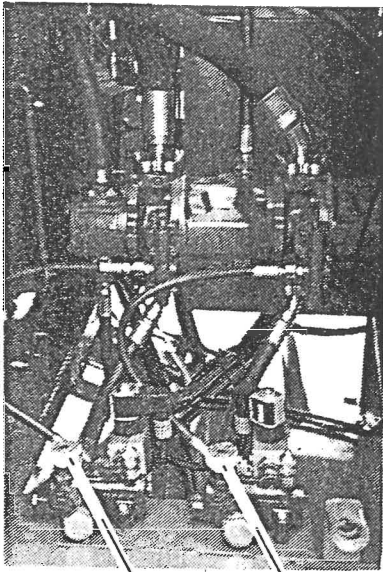
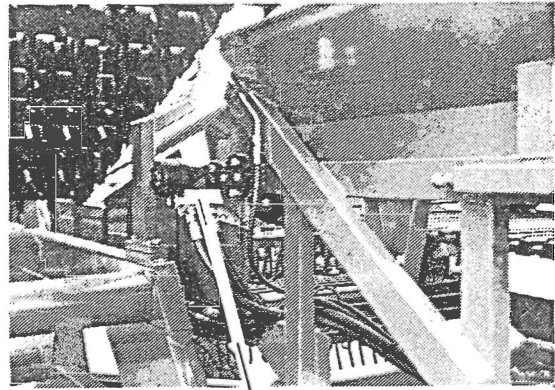
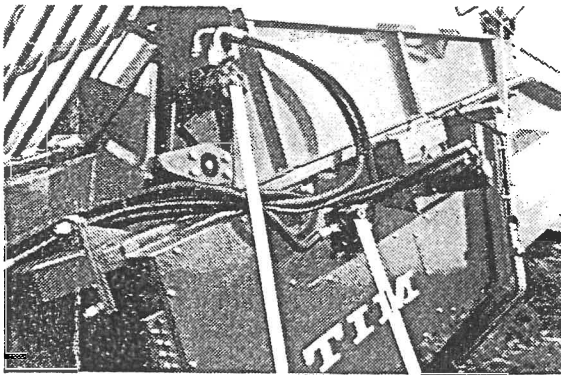

Fig. 4
Fig. 5
Fig. 6
Ved hjælp af reguleringsventil (fig. 4, pos. 2) kan omdrejningshastigheden på læseelevator og det lille transportbånd justeres, endvidere er der en finjusteringsmulighed (fig. 5) til det lille bånd.
Omdrejningstallet på rensevalser og bundkæde justeres fælles med reguleringsventil, fig. 4, pos. 1. Her er også en finjusteringsmulighed til hastigheden på bundkæden med ventil, fig. 6, pos. 1. Til beskyttelse af bundkæde ved stenstop er der på hydraulikmotoren monteret en sikkerhedsventil, fig. 6, pos. 2.